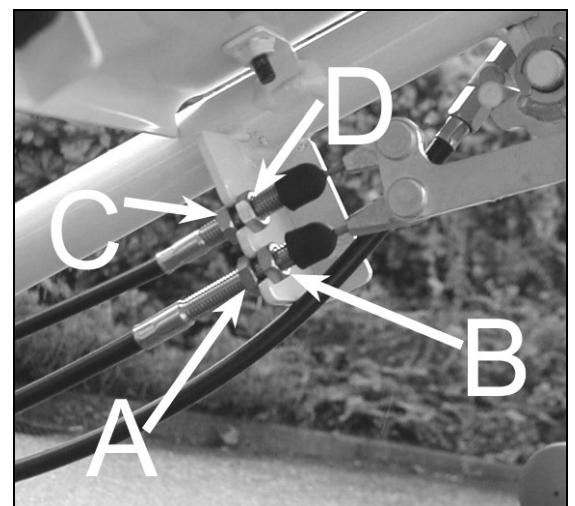

Figura 25
- Se la lama non si arresta quando la leva frizione lama viene rilasciata, procedere come segue: svitare il controdado (A figura 25) e regolare agendo sul dado B. Provare nuovamente la macchina, e regolare ulteriormente se necessario. Serrare il controdado A sul dado B.
- Se la lama non si mette in rotazione correttamente quando la leva frizione lama viene premuta, procedere come segue: svitare il controdado (A figura 25) e regolare agendo sul dado B. Provare nuovamente la macchina, e regolare ulteriormente se necessario. Serrare il controdado A sul dado B.